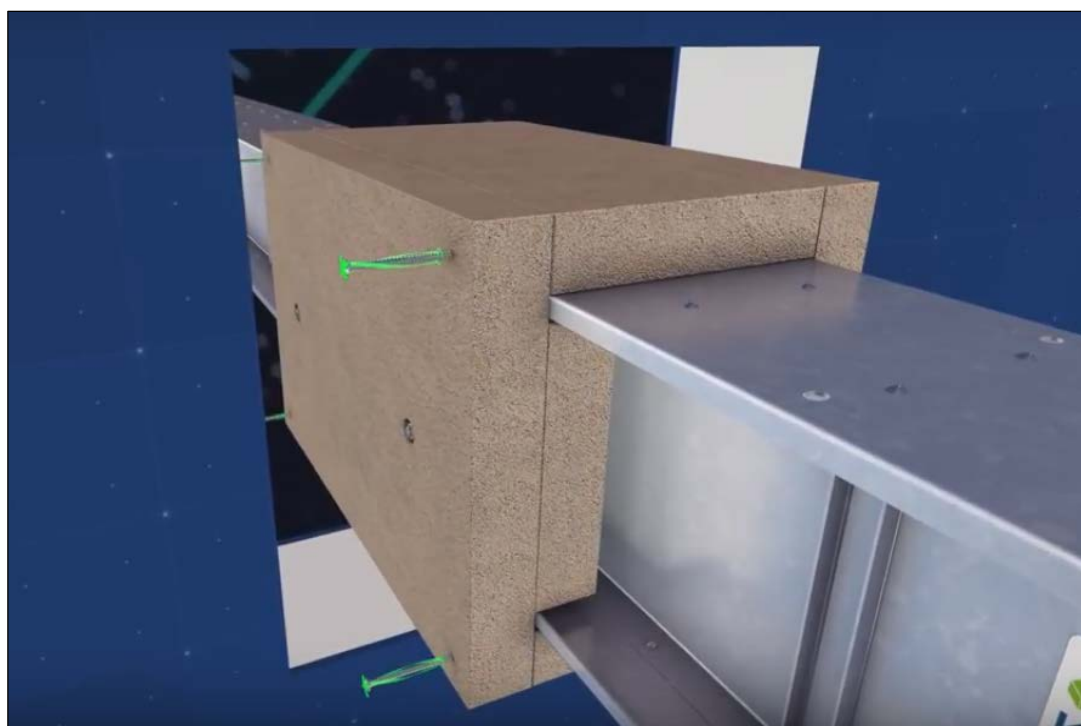

Рис. 5.
4. Установите на шинопровод остальную часть противопожарного барьера (Рис. 5).